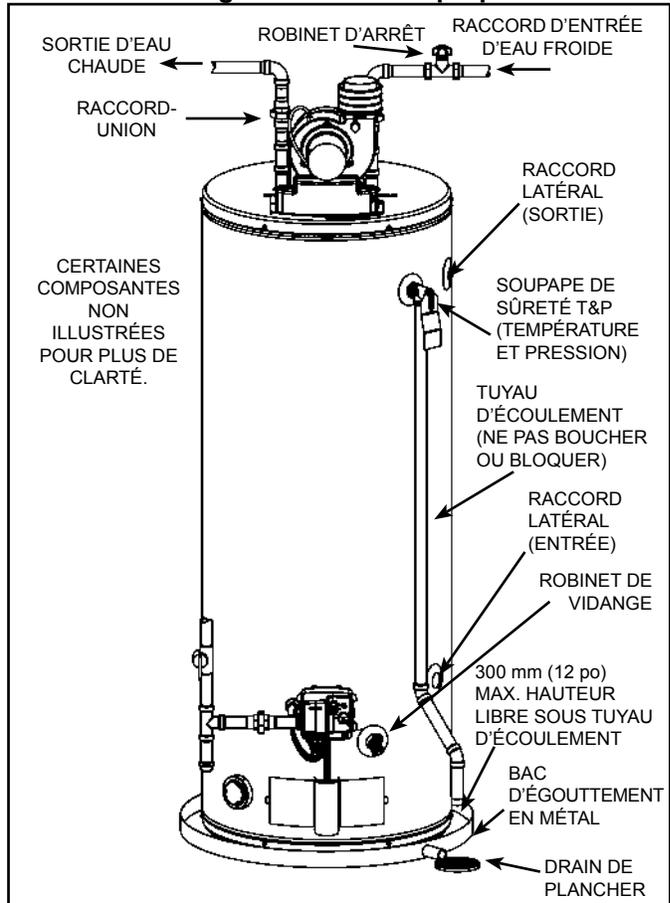

Figure 22
1. Refermez le robinet de vidange du chauffe-eau en faisant pivoter sa poignée vers la droite (sens horaire). Le robinet de vidange se trouve sur la partie inférieure avant du chauffe-eau (voir Figure 22).